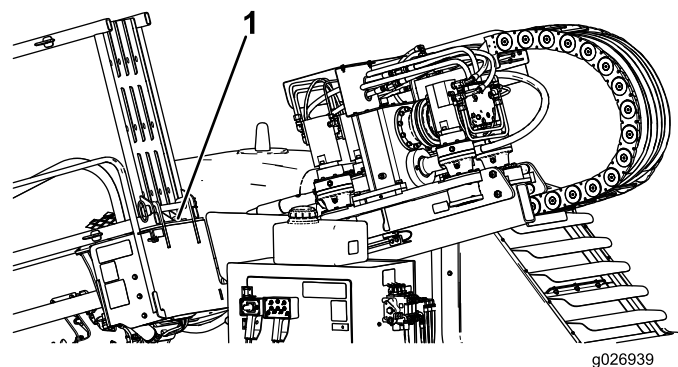

Рисунок 71
- Храните замок гидроцилиндра в задней части держателя трубы (Рисунок 71).